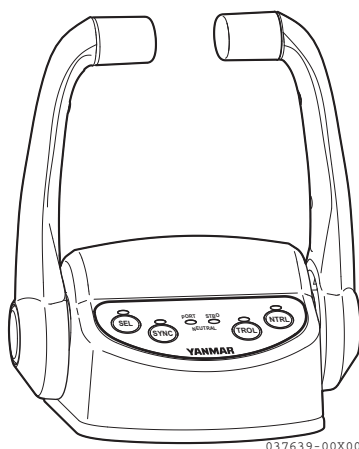

Figure 9
- La spia del quadro interruttori si accende e la spia SEL del controllo marcia (**Figure 9**) si accende o inizia a lampeggiare (**Figure 10**).